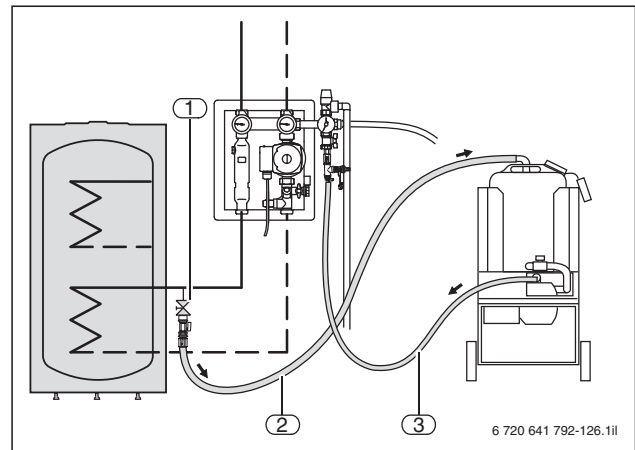

Bild 175 Spülen eines Standardsystems mit einem Speicher der Baureihe SM..., SMS... E, SMH... E, P750 S oder PNR(Z)... E
- ▶ In der Rohrleitung zum Wärmetauscher in der Nähe des Speichers bauseits ein Füll- und Entleerhahn installieren (→ Bild 175).